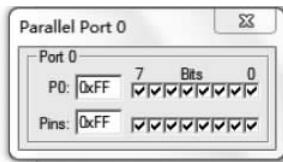

图 3-13 P0 口仿真窗口
(2) 选择 Peripherals→I/O-Ports→Port 0 命令,打开 Parallel Port 0 仿真窗口,如图 3-13 所示。